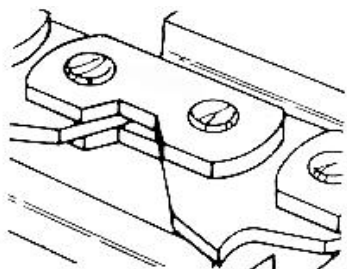

Рисунок 4.10
4.3.5.4 Установить соединительное или режущее звено на оси и с помощью молотка и оправки расклепать головки осей, см. рисунок 4.10.